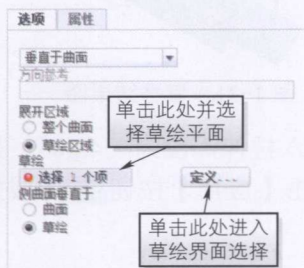

图 1-26 【选项】选项卡
7) 单击【模型】选项卡【编辑】组中【偏移】工具按钮 偏移，打开【偏移】控制板并选择【偏移模式】为【展开特征偏移】，如图 1-25 所示；单击【选项】选项卡，选择【草绘区域】→【定义】按钮，如图 1-26 所示，系统弹出【草绘】对话框。